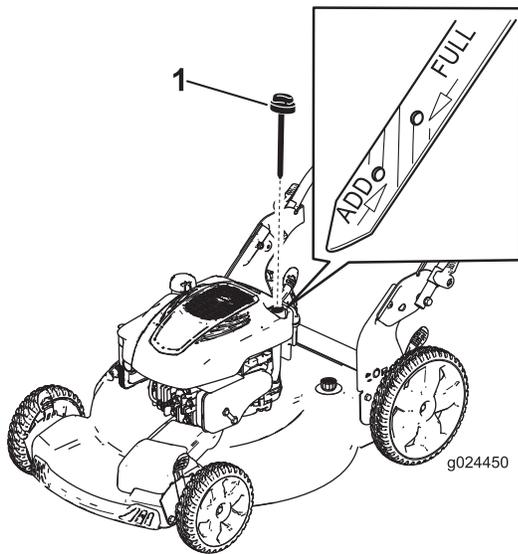

Figura 9
2. Retire la varilla (Figura 9).
5. Observe el nivel de aceite en la varilla (Figura 9).